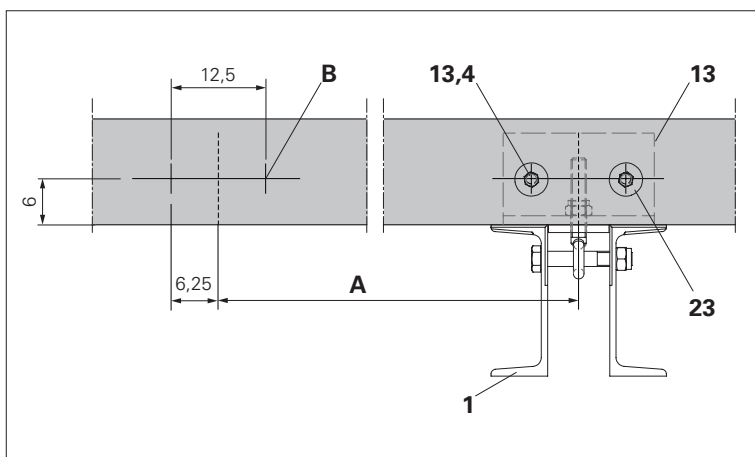

Fig. C3.03
1. Riportare la posizione degli assi A della staffa della console sulla trave di protezione e segnare i fori B che corrispondono alla Fig. C3.03.
2. Posizionare l'adattatore del travetto (**13**) nella successiva posizione di montaggio come una dima di foratura. Forare il travetto con Ø 12 mm. (Fig. C3.03)